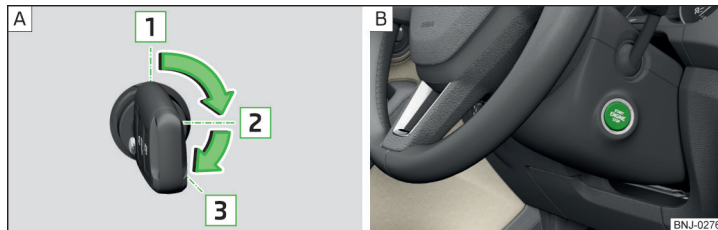

Abb. 114 Positionen des Fahrzeugschlüssels im Zündschloss / Starterknopf
Positionen des Fahrzeugschlüssels im Zündschloss » Abb. 114 - **A**
- › Den Knopf drücken » Abb. 114 - **B**, die Zündung wird ein-/ausgeschaltet.
- › Bei Fahrzeugen mit **Zündschloss** den Schlüssel in die Position **3** drehen » Abb. 114 auf Seite 94 - **A**, es erfolgt der Startvorgang. Dann den Schlüssel loslassen, der Motor springt automatisch an.
- › Bei Fahrzeugen mit **Starterknopf** den Knopf kurz drücken » Abb. 114 auf Seite 94 - **B**, der Motor springt automatisch an.
- › Bei Fahrzeugen mit **Zündschloss** den Schlüssel in die Position **1** drehen » Abb. 114 auf Seite 94 - **A**.
- › Bei Fahrzeugen mit **Starterknopf** den Knopf drücken » Abb. 114 auf Seite 94 - **B**, der Motor und die Zündung werden gleichzeitig ausgeschaltet.
➤ Den Knopf gedrückt halten » Abb. 114 auf Seite 94 - B oder zweimal innerhalb von 1 Sekunde drücken.